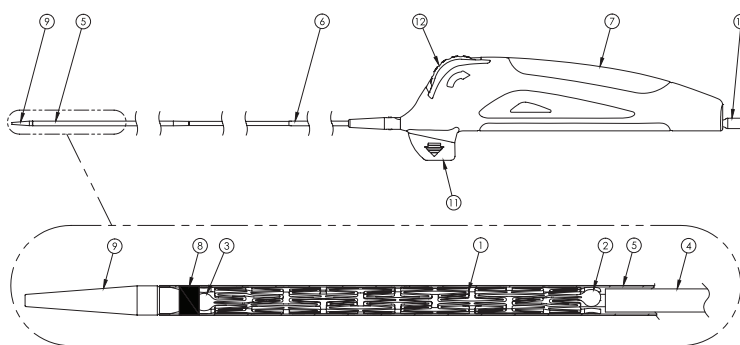

Figura 1. Stent venoso autoexpansível Abre™
- O stent autoexpansível Abre™, como ilustrado na Figura 1, é um corte de um tubo de liga de níquel-titânio (nitinol), em malha cruzada (1), com marcadores de níquel integrais na extremidade posterior (2) e na extremidade anterior (3) do stent. Quando do desdobramento, o stent Abre exerce força para fora, para proporcionar desobstrução.
- O sistema de colocação Abre™, como ilustrado na Figura 1, possui uma configuração em três eixos, constituída por uma haste interna composta (4), uma bainha retrátil (prateada, 5), uma bainha de isolamento (azul, 6) e um manípulo ergonômico (7). A haste interna composta termina numa ponta de cateter flexível (9) e tem origem no conector Luer (10). O manípulo de acionamento (7) possui um pino de bloqueio removível (11), um botão giratório (12) e um conector Luer (10).
- Os marcadores radiopacos, situados na extremidade posterior e na extremidade anterior do stent, conduzem o posicionamento do stent na lesão-alvo antes do desdobramento do stent Abre. No manípulo de acionamento, existe um único conector Luer. No manípulo de acionamento, existe um botão giratório que roda para puxar para trás a bainha retrátil (prateada). O pino de bloqueio, que evita que o desdobramento do stent ocorra antes da utilização, deve ser retirado antes de se acionar o botão giratório. O stent Abre é totalmente desdobrado quando o marcador radiopaco (8) da bainha retrátil (prateada) ultrapassa os marcadores de níquel integrais da extremidade posterior do stent. A bainha de isolamento de design exclusivo (azul, fixada ao manípulo de acionamento) melhora o controlo a precisão da colocação do stent.